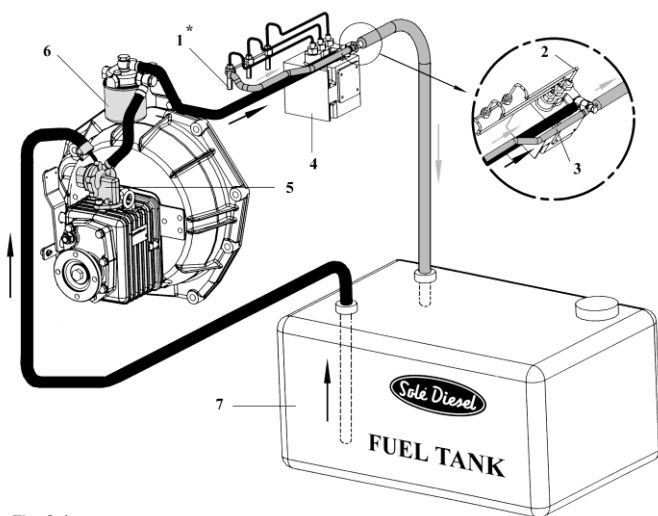
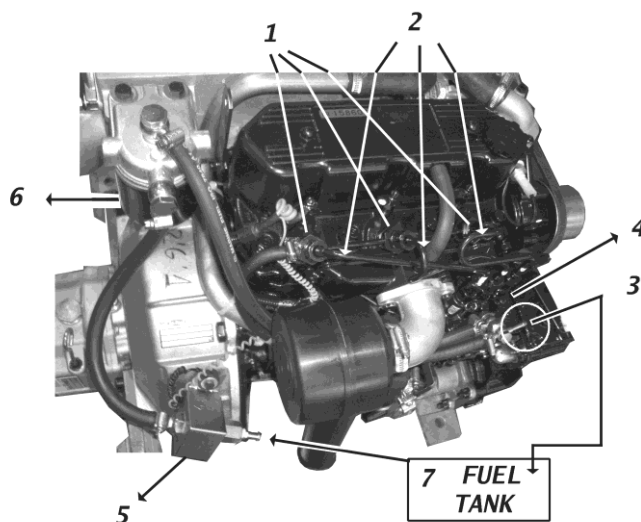

Fig. 2.4
Fig. 2.4A
(2) Tubos de inyección
(3) Tubo sobradero de combustible
(4) Bomba inyectora motor
(5) Bomba de alimentación. Ver fig. 2.4 para motores con bomba de alimentación mecánica (inversores tipo RONIM-V y SMI-R2/R3). Ver Fig. 2.4A para motores equipados con bomba eléctrica (resto de inversores).
(6) Filtro combustible.
(7) Depósito